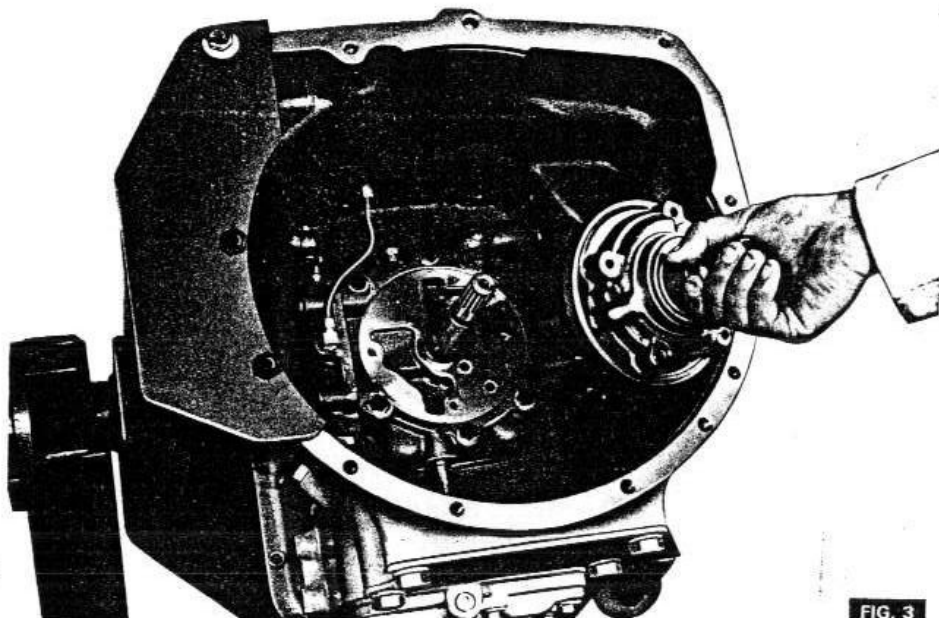

FIG. 3
- 1 - (figure 3°) - Disposer un comparateur comme représenté sur la figure.